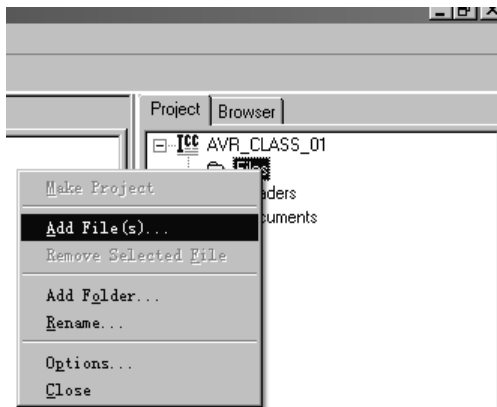

图 1-17 在项目中添加文件
(6) 选中右边的 Files，右击，在弹出的快捷菜单中选择 Add File(s) 选项，在项目中添加文件，如图 1-17 所示。